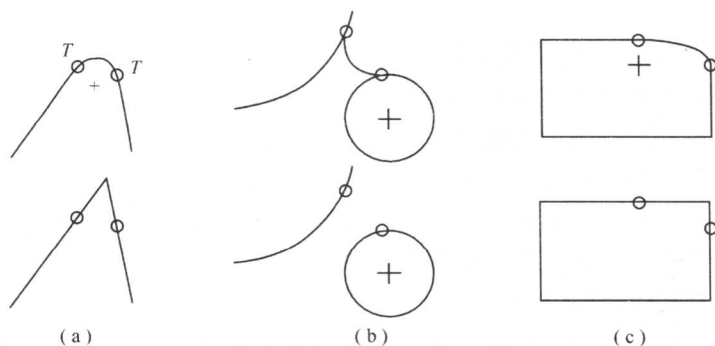

图 2-9 倒圆角操作
(2)用鼠标左键单击  工具按钮,在绘图区内分别选择两条相交的直线,即生成圆角,并同时对方圆所在的两条直线进行修剪,如图 2-9(a)倒圆角。倒圆角的半径由距离尖角位置较近的选择点决定。除了在直线之间形成圆角之外,该命令还可以应用于直线、圆弧和样条曲线之间。选择图 2-9(b)中的圆和圆弧倒圆角,圆角的位置和半径与鼠标单击点有关,圆和圆弧之间倒圆角不进行修剪。
(3)  工具按钮是椭圆形倒圆角命令,图 2-9(c)显示了使用该命令倒圆角的结果,鼠标单击位置决定了椭圆形圆角的形状,椭圆形圆角同样适用于直线、圆弧和样条曲线之间的倒圆角。